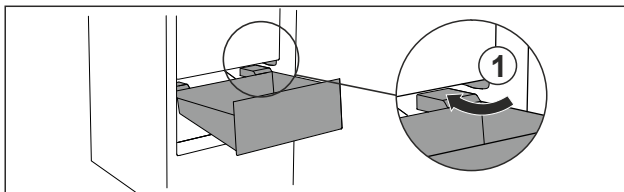

Fig. 137
- Schubfach schräg um die Stopper Fig. 137 (1) herumführen.